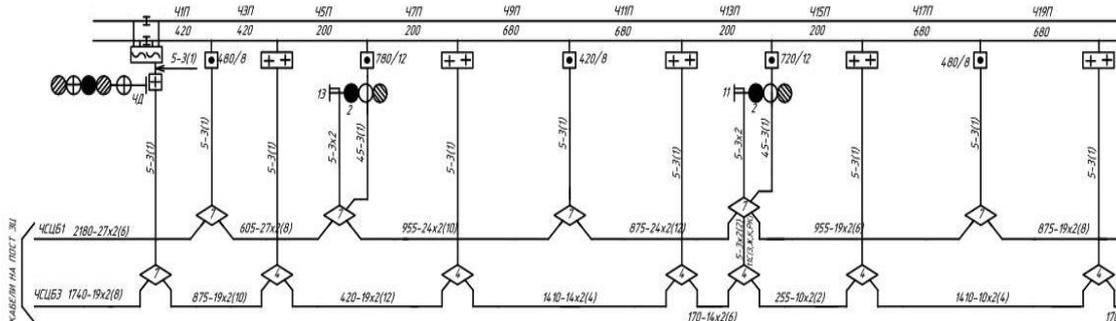

Рисунок 9 – Фрагмент путевого плана перегона
15. Дан фрагмент путевого плана перегона с рельсовыми цепями тональной частоты (Рис. 9). Определить номиналы несущих и модулирующих частот, а также объяснить их выбор;